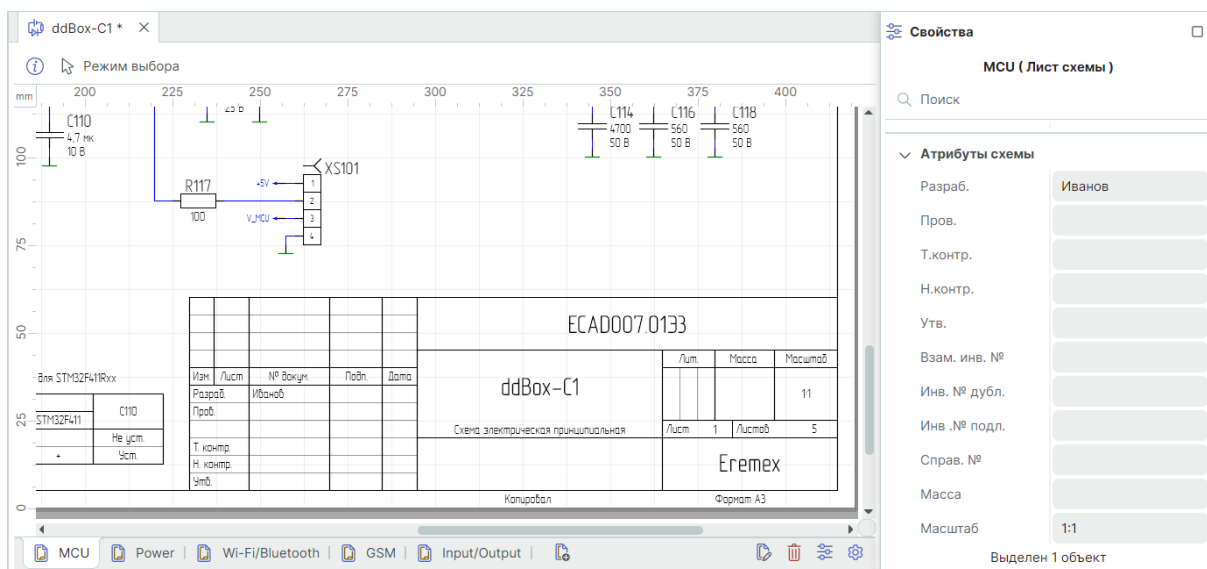

Рис. 41 Редактирование и заполнение штампа
2. Введите данные в необходимый для изменения пункт, см. Рис. 41.